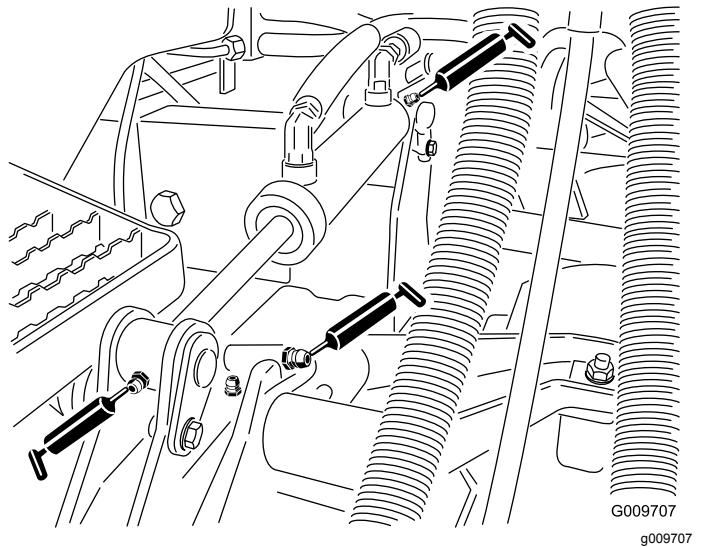

Figura 61
- Casquillos de brazo de elevación (1 por carcasa) tal y como se muestra en la Figura 61
- Casquillos de cilindro de elevación (2 por carcasa) tal y como se muestra en la Figura 61